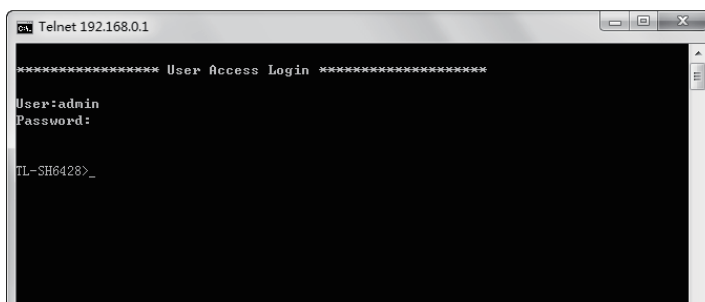

图4-9 登录交换机
3. 输入登录的用户名和密码（默认值均为“admin”），回车即可登录，如图4-9所示；